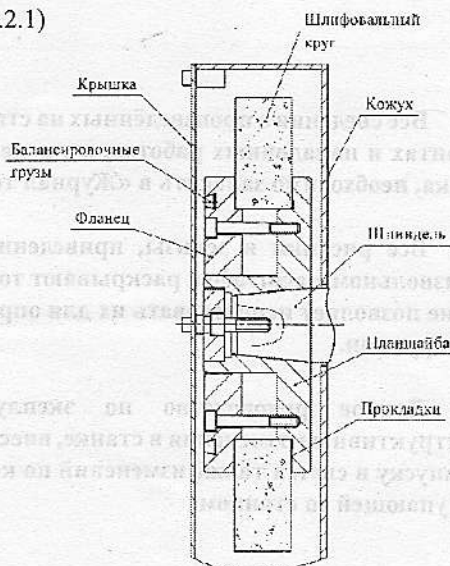

Рисунок 2.1 Крепление шлифовального круга
##### 2.2.1 Крепление шлифовального круга (рис.2.1)
-Отбалансировать его статически (см. рис. 2.1), для чего в собранном виде круг с планшайбами закрепляется на конусной оправке, которая устанавливается на ножи или валики балансировочного приспособления, выставленного строго по уровню в горизонтальной плоскости. С помощью подвижных грузов на фланце производят балансировку круга. Допустимая неуравновешенная масса – 12г.